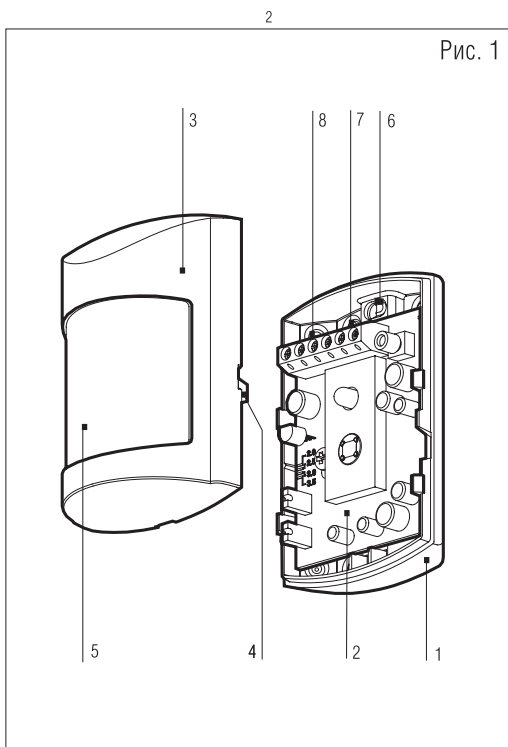

Рис. 1
Известатель выполнен в виде одного блока (Рис.1) и состоит из:
2. Вскрыть необходимое отверстие для ввода проводов 6 (рис.1), а также необходимые отверстия 7 при установке на плоскости или отверстия 8 при установке в углу. При необходимости допускается снять плату с основания, вывинтив фиксирующий шуруп.